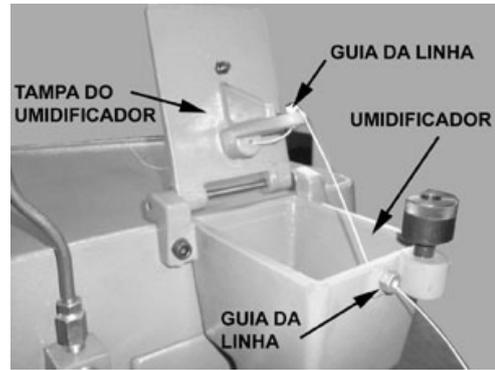

Figura 5
- ✓ Abra a tampa do umidificador (figura 5).